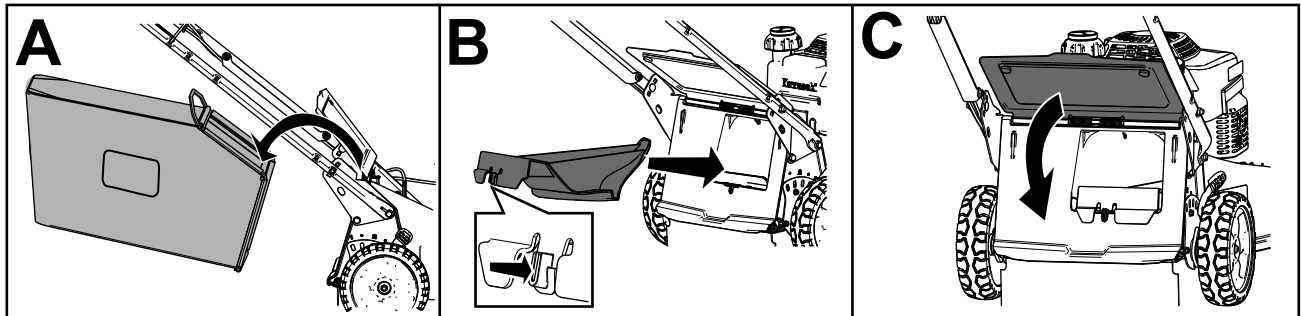

Bild 19
- Nehmen Sie ggf. den Fangkorb ab (A von Bild 19).
- Wenn die Heckauswurfklappe nicht eingesetzt ist, fassen Sie sie am Griff an, heben Sie das Heckablenkblech an und setzen Sie sie in den Heckauswurfkanal ein, bis der Riegel einrastet (B von Bild 19).
3. Nehmen Sie die Fangkorbstange am Fangkorb aus den Kerben an der Unterseite des Griffes (A von Bild 19).
4. Setzen Sie die Heckauswurflappe ein (B in Bild 19).
5. Senken Sie das Heckablenkblech (C von Bild 19).